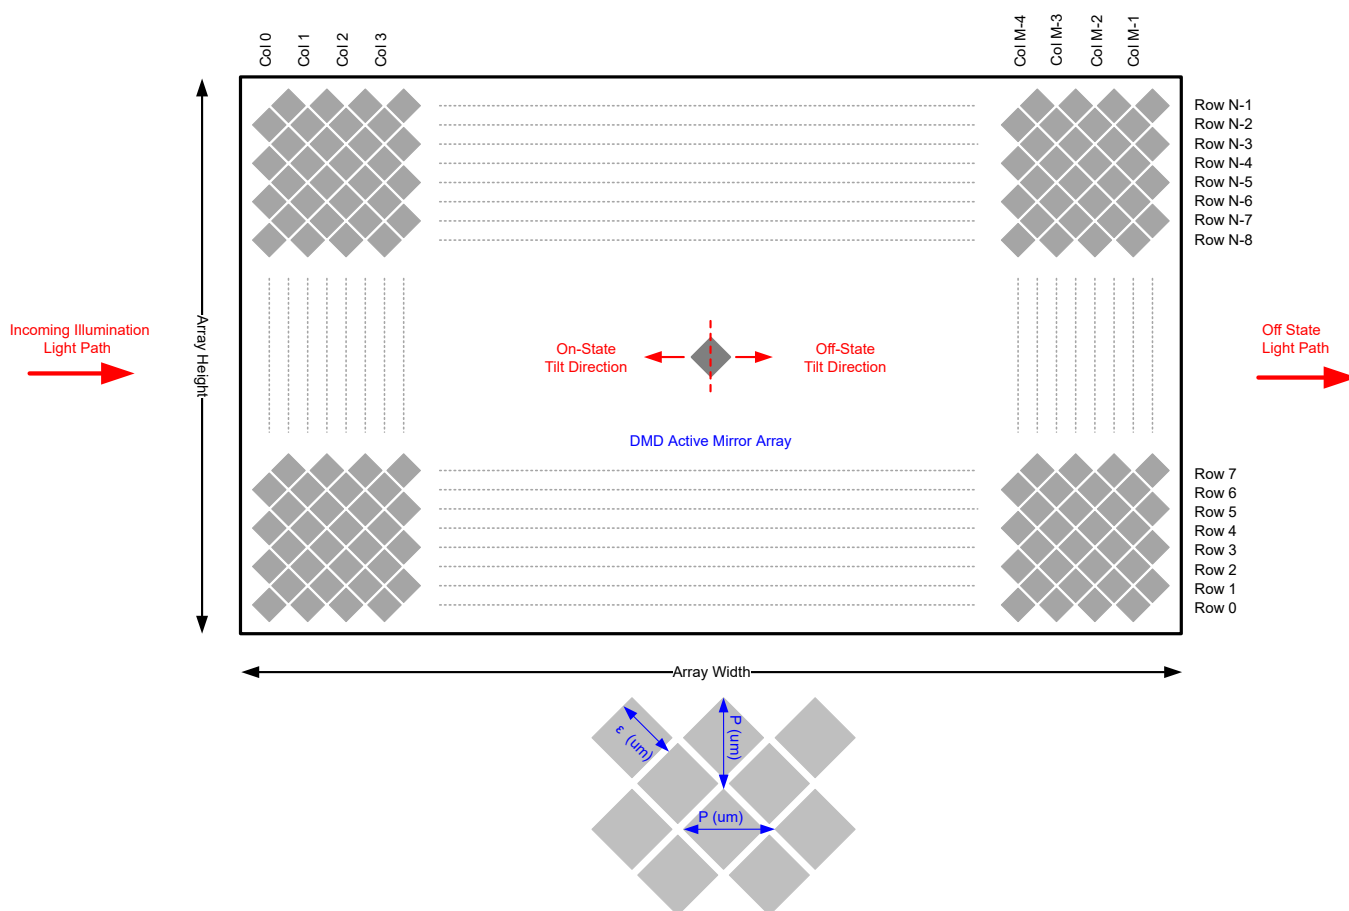

図 5-16. マイクロミラー アレイの物理特性
- (1) 図 5-16 をご覧ください。
- (2) DMD マイクロミラーの高速なスイッチング速度と、高度な DLP 画像処理アルゴリズムとの組み合わせにより、各マイクロミラーは各フレーム中に画面上に 4 つの個別のピクセルを表示でき、その結果、 3840×2160 ピクセルの画像全体を表示できます。
- (3) アクティブ アレイの周囲にある境界の構造と品質には、マイクロミラーの池 (POM) と呼ばれる、部分的に機能するマイクロミラーのバンドが含まれています。これらのマイクロミラーは構造的および / または電氣的に、明るい状態またはオン状態へ傾けることを防止しますが、オフ状態へ傾けるには電氣的バイアスが必要です。